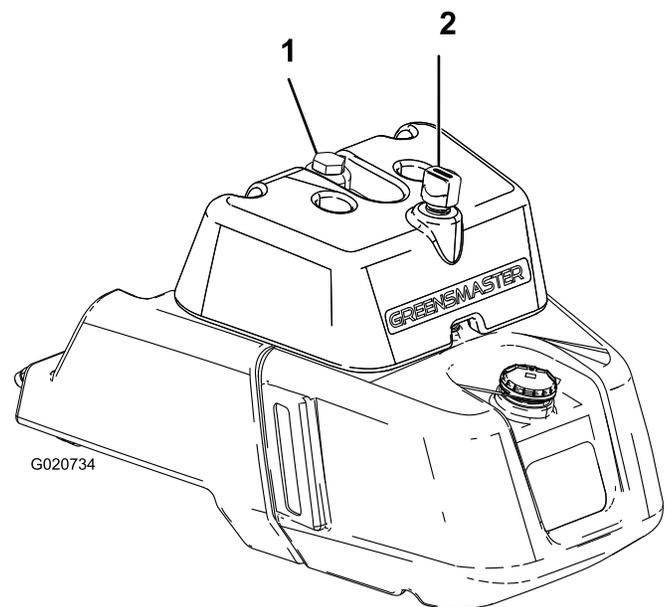

Рисунок 35
- Если у вашей машины есть смотровое окно, проверьте уровень масла с помощью него (Рисунок 35) и перейдите к пункту 5.